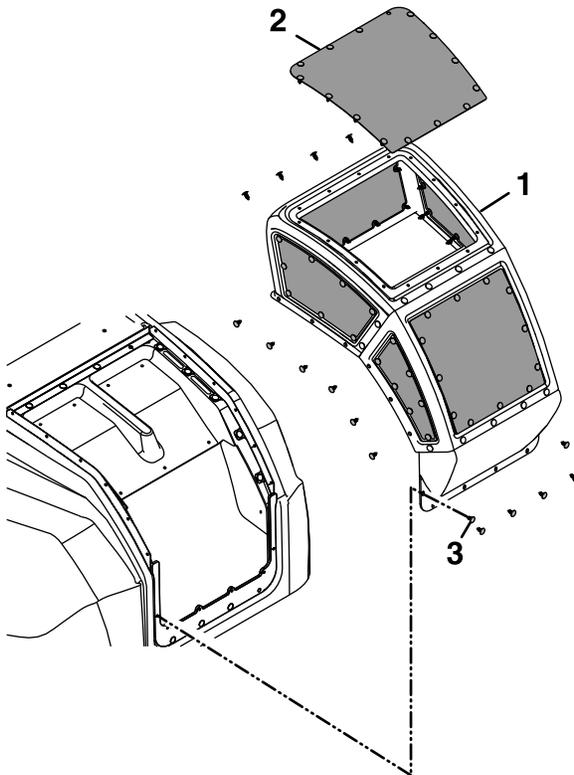

Figura 6
6. Monte las rejillas de admisión en los armazones del colector usando los tapones de plástico, como se muestra en la Figura 6.